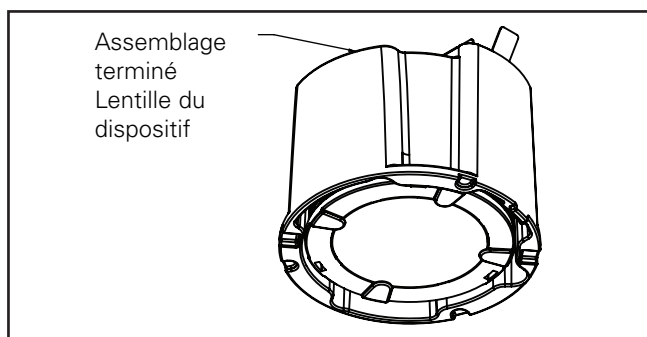

Figure 22.
7. Pour installer l'optique et l'assemblage support/film sur le module, suivez les étapes de la section « Remplacement/installation de l'ensemble optique » (Figure 22 et 24)